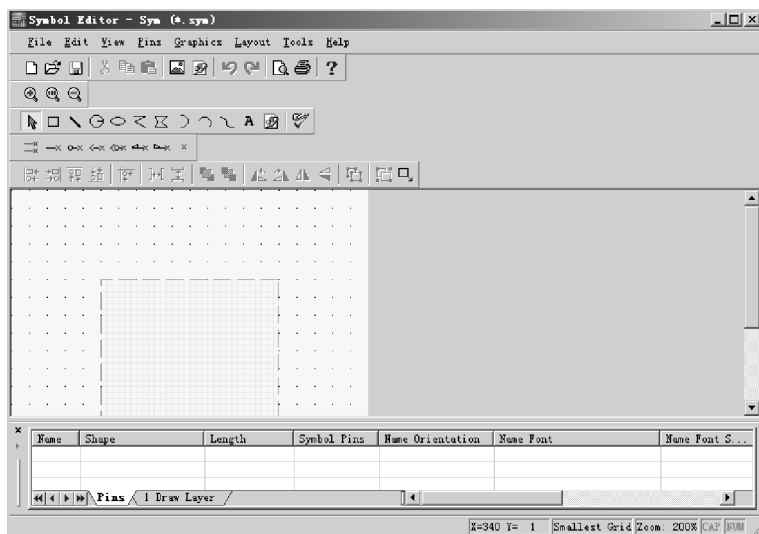

图 2-48 Symbol Editor 窗口
(1) 进入 Multisim 11，执行 Tools \ Symbol Editor 命令，进入 Symbol Editor 窗口，如图 2-48 所示。
(2) 单击绘制工具栏中的  按钮，光标变为四方箭头状，移动光标去调整设计区域中的虚线方框大小，此处调整为 6 格 × 5 格。